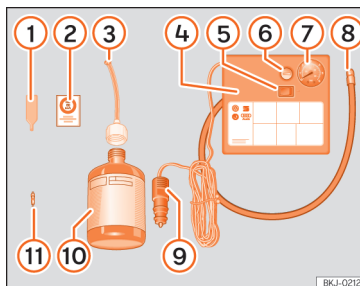

Abb. 32 Prinzipdarstellung: Bestandteile des Pannensets.
Das Pannenset befindet sich im Gepäckraum unter dem Bodenbelag. Es besteht aus folgenden Bestandteilen » Abb. 32:
- Ventilkappe und Ventileinsatz vom Reifenventil abschrauben. Verwenden Sie den Ventileinsatzdreher » Abb. 32 1 zum Heraus-schrauben des Ventileinsatzes. Legen Sie den Ventileinsatz auf einem sauberen Untergrund ab.
- Reifendichtmittelflasche kräftig schütteln » Abb. 32 10.
- Schrauben Sie den Einfüllschlauch »» **Abb. 32 ③** auf die Dichtmittelflasche. Die Folie am Verschluss wird automatisch durchstoßen.
- Verschlussstopfen vom Einfüllschlauch »» **Abb. 32 ③** entfernen und das offene Ende ganz auf das Reifenventil stecken.
- Ventileinsatz mit dem Ventileinsatzdreher »» **Abb. 32 ①** wieder in das Reifenventil schrauben.
- Reifenfüllschlauch »» **Abb. 32 ⑧** des Luftkompressors fest auf das Reifenventil schrauben.
- Prüfen, ob die Luftablassschraube »» **Abb. 32 ⑥** zuge dreht ist.
- Stecker »» **Abb. 32 ⑨** in die 12 Volt-Steckdose des Fahrzeugs stecken »» **Seite 147**.
- Luftkompressor mit dem EIN- und AUS-Schalter »» **Abb. 32 ⑤** einschalten.
- Kleben Sie den Aufkleber »» **Abb. 32 ②** im Sichtfeld des Fahrers auf das Kombi-Instrument.
Den Reifenfüllschlauch »» **Abb. 32 ⑤** wieder anschließen und den Reifenfülldruck an der Reifenfülldruckanzeige **⑥** ablesen.